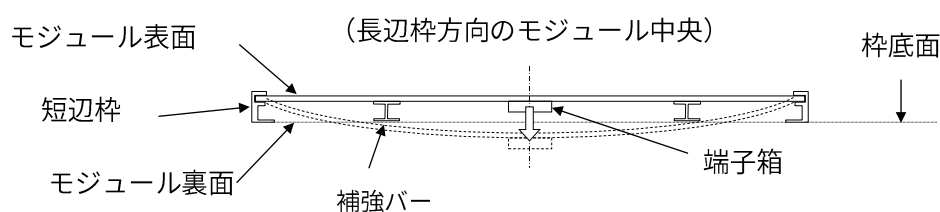

図 3. モジュールのたわみ模式図（側面）
- ・ 太陽電池モジュールはモジュール表面への荷重負荷により、図3のように凹状のたわみが生じます。その際、モジュール裏面や端子箱、補強バーが架台や屋根などに接触すると破損する恐れがありますので、当該部分には十分な隙間を確保してください。